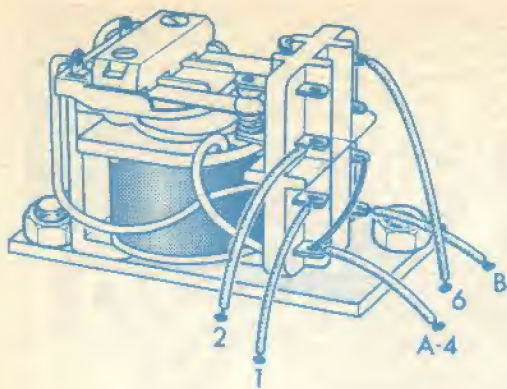

Fig. 3 - Preparazione del relé.
- Preparare il relé per il montaggio, riferendosi alla fig. 3.
● Saldare al circuito stampato i conduttori provenienti dal relé, contrassegnati con le sigle 2, 1, A-4, 6, B nella fig. 3.